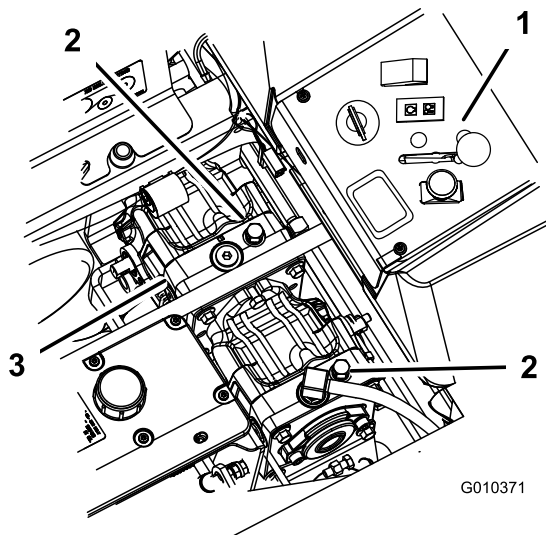

Figure 39
2. Tournez les vannes de dérivation d'un tour dans le sens antihoraire pour pousser la machine (Figure 39).
Tournez les vannes de dérivation d'un tour dans le sens horaire pour conduire la machine (Figure 39).